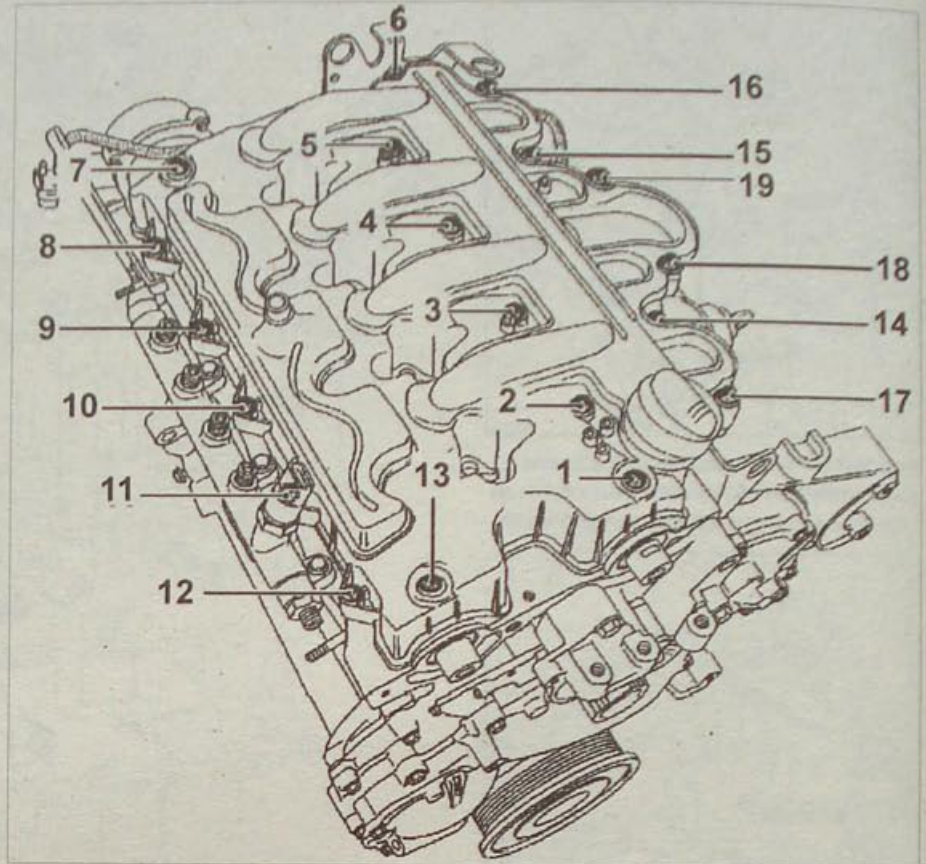

Рис. 4.41. Последовательность затягивания болтов крепления впускного коллектора–крышки головки цилиндров
- Выверните болты и снимите впускной коллектор (рис. 4.41).